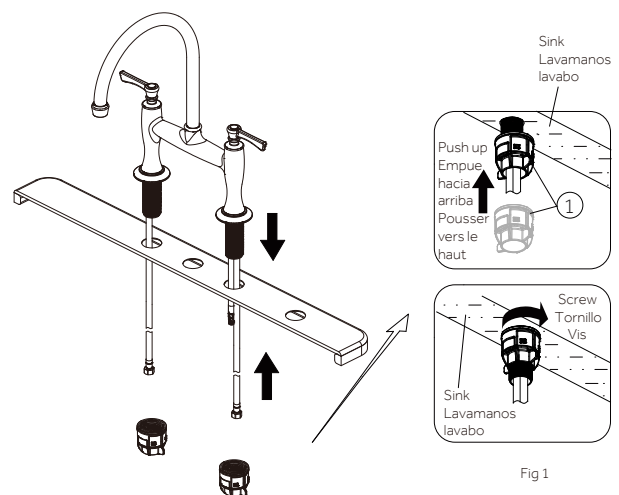

Fig 1
1. Shut off the water supply. Remove the old faucet. Clean the mounting surface. Place faucet through mounting holes in sink. Secure the faucet assembly to the sink with the quick install nuts (1) provided. Push up the quick install nuts (1) to sink and hand-turn to tighten, as shown in the Fig 1.
1. Cierra el suministro de agua. Retira el grifo anterior. Limpia la superficie de montaje. Coloque la llave de agua a través de los agujeros de instalación en el fregadero. Asegure el conjunto del grifo al fregadero con las tuercas de rápida instalación (1) que se incluyen. Empuje las tuercas de rápida instalación (1) hacia arriba en el fregadero y gírelas con la mano para apretarlas como se muestra en la Fig. 1.
1. Fermez l'alimentation en eau. Enlevez l'ancien robinet. Nettoyez la surface de montage. Placer le robinet dans les trous de montage de l'évier. Fixer l'ensemble du robinet à l'évier en utilisant les écrous à installation rapide (1) fournis. Pousser vers le haut, vers l'évier, les écrous à installation rapide (1), puis les tourner à la main pour les serrer, comme illustré à la figure 1.